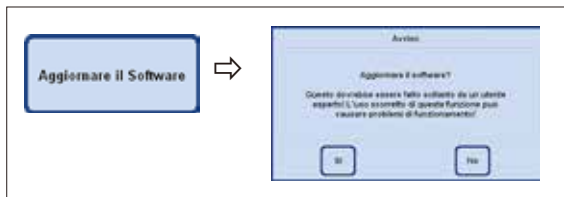

Fig. 77
- Innestare la chiavetta USB e premere il tasto **AGGIORNARE IL SOFTWARE** (fig. 77).